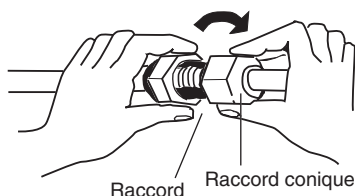

Fig. 5-5
- (3) Pour une bonne connexion, aligner le tube raccord et le tube d'évasement droit entre eux, puis visser d'abord légèrement le raccord conique pour obtenir une bonne correspondance. (Fig. 5-5)